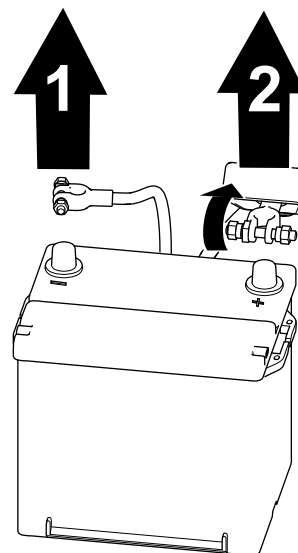

図 57
1. バッテリー端子から、マイナスケーブルを外す図 57。
2. バッテリーのプラスケーブルについている絶縁カバーを外して、プラスケーブルをバッテリーから外す図 57。